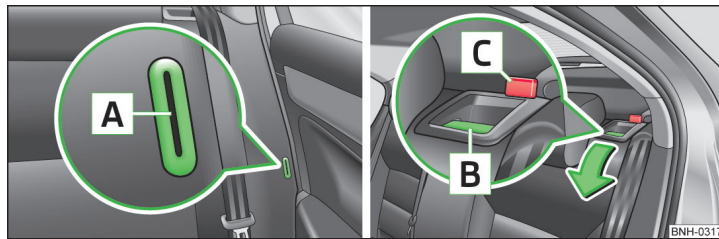

Fig. 56 Apertura para introducir la lengüeta del cierre / Abatir el respaldo
**A** » fig. 56 en el revestimiento lateral. Posición de seguridad.